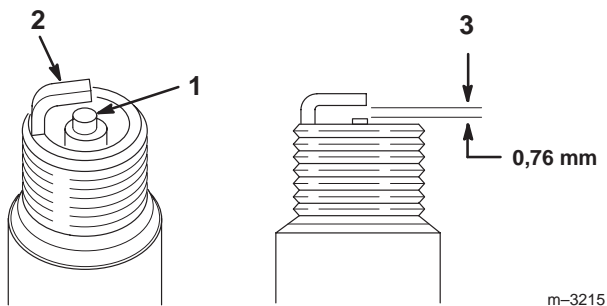

Bild 60
1. Sehen Sie sich die Mitte der Zündkerze(n) an (Bild 60). Wenn der Kerzenstein hellbraun oder grau ist, ist der Motor richtig eingestellt. Eine schwarze Schicht am Kerzenstein weist normalerweise auf einen schmutzigen Luftfilter hin.
2. Prüfen Sie den Abstand zwischen den mittleren und seitlichen Elektroden (Bild 60). Verbiegen Sie die seitliche Elektrode (Bild 60), wenn der Abstand nicht stimmt.